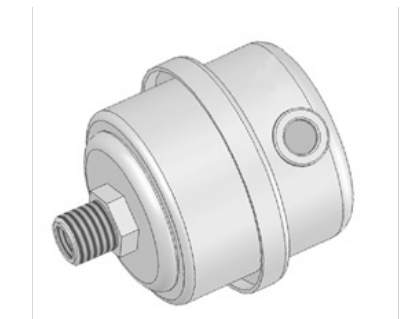

Figura 3. Filtro de entrada
Consejo: El producto tendrá dificultades para arrancar contra presión. Por lo tanto, los productos están equipados con un tanque de expansión (1) y una válvula de ventilación mecánica (2) (figura 3) o con una válvula de arranque automático.
El filtro de succión (ejemplo en la figura 3) debe cambiarse solo una vez al año, si el entorno está en condiciones de limpieza adecuadas. Si la atmósfera es excesivamente polvorienta, el filtro de succión debe cambiarse más a menudo.